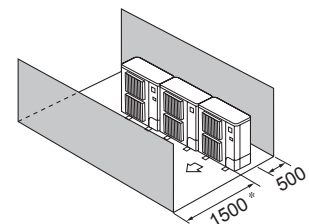

Fig. 2-12
- ④ Перешкоди спереду та ззаду (Fig. 2-12)